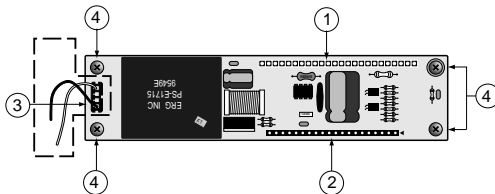

Fig. 3.9.2.1
**AVVERTENZA:** In corrispondenza al connettore indicato con 3 in Fig. 3.9.2.1 evitare nel modo più assoluto di toccare la scheda con le dita o altri utensili conduttivi (zona alta tensione, circa 360 Vac).
**WARNING:** Corresponding to the connector 3 in Fig. 3.9.2.1 do not in any circumstances touch this card with your fingers or with conducting tools (high voltage zone, around 360Vac).